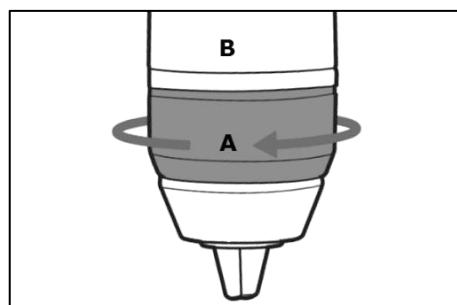

Рисунок 12.
Убедитесь, что сверло отцентрировано в зажимном патроне. Удерживая патрон за неподвижное основание (B) (рис. 12), вращайте зажимное кольцо патрона (A) по часовой стрелке – для фиксации сверла или против – для ослабления зажима.